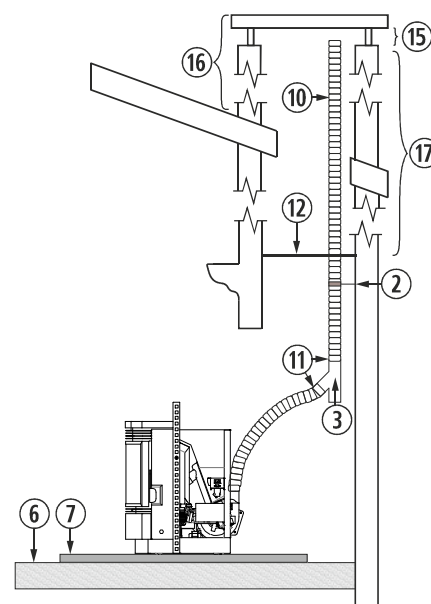

Figura 16
4.31. La instalación de un encastrable en una chimenea de obra, se puede realizar en toda su totalidad en tubo flexible, tal y como indica la figura 16. Debemos tener especial cuidado a la hora de realizar el aislamiento entre la chimenea y el tubo de la salida de gases, para evitar posibles retrocesos de gases en caso de tormenta.
②	Abrazadera de sujeción de acero inoxidable.
③	Te de 135° con registro.
⑥	Suelo de madera.
⑦	Protector del suelo no combustible.
⑩	Tubo flexible de acero inoxidable.
⑪	Manguito unión rígido a flexible.
⑫	Aislante anti retroceso.
⑮	Mínimo 200mm.
⑯	Debe sobrepasar 1 metro el tejado.
⑰	Mayor a 8m aumentaremos una medida.